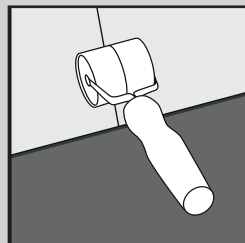

Abb. 4
5. Fahren Sie mit der Verlegung der Dielen fort, bis die Reihe vollständig ist. Zur Unterstützung können Sie eine Handrolle verwenden (Abb. 4). Verwenden Sie im Bedarfsfall einen Gummihammer und ein Reststück des Produkts, um das Produkt sanft ineinander zu klopfen. Mit einem Zugeisen kann das Produkt entlang der Wände zusammengezogen werden (Abb. 5).